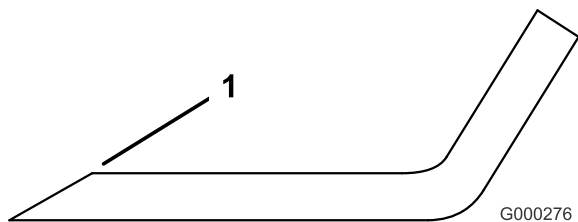

Figura 60
1. Affilate i taglienti da entrambe le estremità della lama con una lima (Figura 60). Rispettate l'angolazione originale. La lama conserva il proprio equilibrio soltanto se viene rimossa una quantità uguale di materiale da entrambi i taglienti.